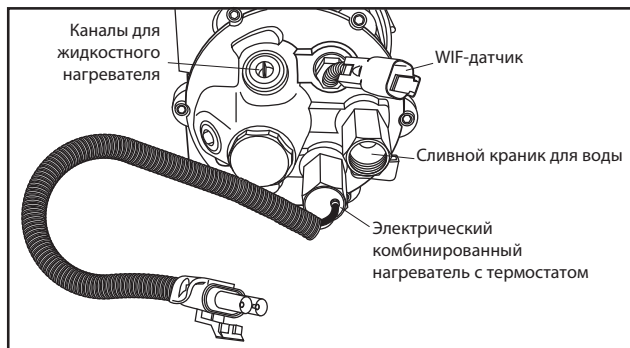

Рис. 5 – Электрический комбинированный нагреватель и расположение WIF-датчика
1. Если нагреватель еще не установлен, то выньте заглушку из плиты основания устройства Fuel Pro и установите электрический комбинированный нагреватель. Затяните с моментом затяжки 20,3-40,7 Н·м. (см. Рис. 5).